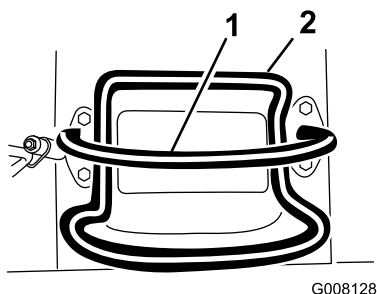

Figure 7
**Regardez derrière vous lorsque vous faites marche arrière et gardez toujours les mains sur la barre de référence (Figure 7).**
- Pour arrêter la machine, relâchez la commande de déplacement (Figure 7).